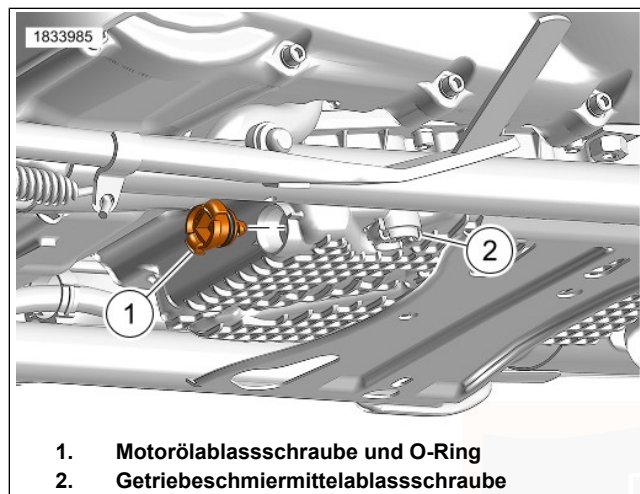

Abbildung 118. Ölabblassschraube
- a. Siehe Abbildung 118. Die Motorölablassschraube und den O-Ring (1) ausfindig machen.